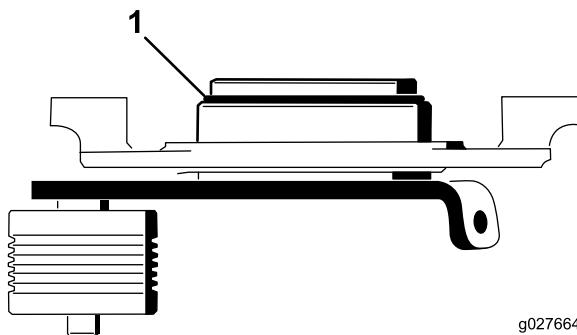

図7
**重要** Oリングを忘れずに、また、正しい向きでピボットハブに取り付けること図7。